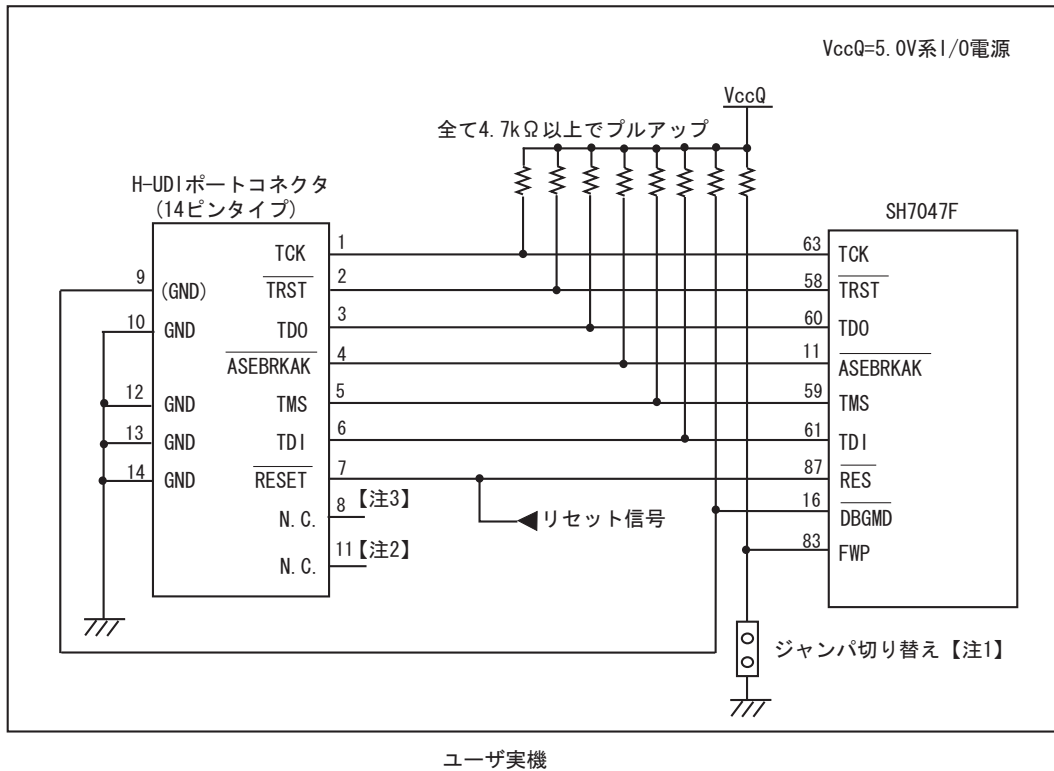

図 1.6 E10A-USB 使用時の H-UDI ポートコネクタ - チップ間の接続例
E10A-USB エミュレータ使用時のH-UDIポートコネクタ(14ピンタイプ)とチップ間の推奨接続例を図1.5、UVCC未接続時の接続例を図1.6に示します。
7. 図1.5、図1.6に記載されている抵抗値は、参考値です。
- 図1.6 接続例で回路を組んだ場合のE10A-USBエミュレータのスイッチ設定：SW2=0, SW3=1スイッチ設定の詳細は、「SuperH™ファミリ用 E10A-USB エミュレータユーザーズマニュアル 3.8 DIPスイッチの設定」を参照してください。